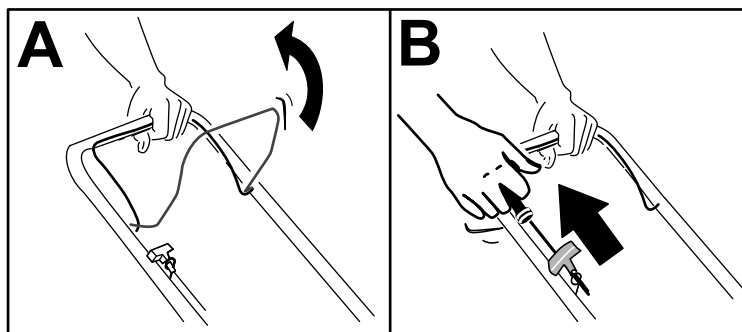

Figure 14
2. Serrez et maintenez la barre de commande de la lame contre la partie supérieure du guidon (A de Figure 14).
3. Tirez légèrement la poignée du lanceur jusqu'à ce que vous sentiez une résistance, puis tirez vigoureusement et laissez le lanceur se rétracter jusqu'au guide-câble sur le guidon (B de Figure 14).